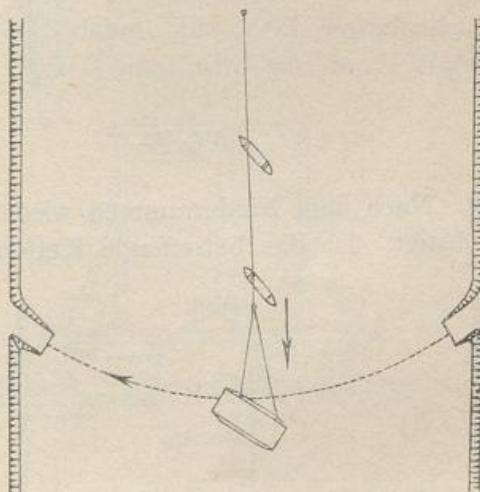
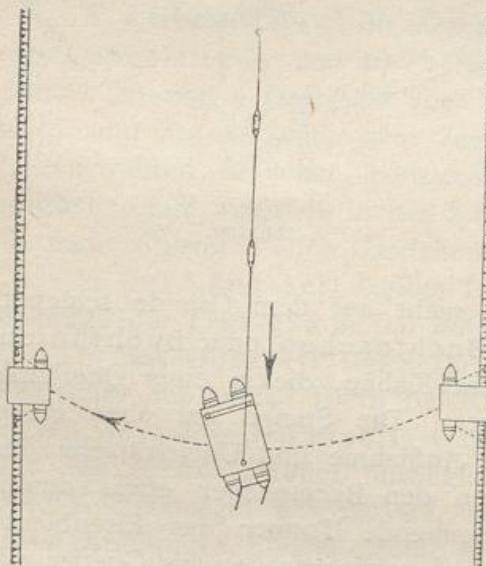
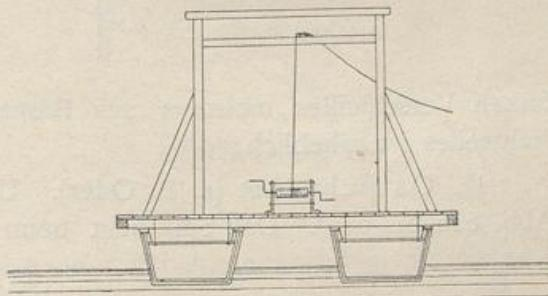

Abb. 620.
Abb. 622.
Abb. 623.
a) Das Längsseil (selten Längskette) ist eine größere Strecke oberhalb der Fährstelle mitten im Flußgrunde verankert (Abb. 620).
6. Gierprahm (Gierponte) mit Längsseil¹⁾ (Abb. 620). Oberstrom von der Fährstelle ist mitten im Strombett ein starkes Drahtseil verankert, das mindestens so lang, als der Strom breit ist. Am unteren Ende des Seiles ist der Fährprahm befestigt. Wenn dieser überfährt, beschreibt er eine Kreisbogenlinie, deren Mittelpunkt in der Ver-
Ist das Längsseil wie gewöhnlich in breiten Flüssen sehr lang, so muß es mehrfach unterstützt werden, damit es mit seinem Durchhang (Bucht) nicht auf dem Grunde schleppt. Zur Unterstützung verwendet man Buchtnachen oder Buchtbojen. Buchtnachen (Abb. 620) sind einfache Kähne, die in einer Querbank eine aufrechtstehende Stange tragen. Die Stange hat oben einen Ring oder eine Kettenschlinge zur Aufnahme und Unterstützung des Längsseiles. Dieses hängt zwischen den Buchtnachen etwas durch. Buchtbojen (Abb. 622) sind schwimmende Tonnen aus Eisenblech. Gewöhnlich sind sie in das Längsseil gewissermaßen als Glieder mit eingeschaltet; eine Längsseilstrecke reicht dann immer von Boje zu Boje, zwischen ihnen etwas durchhängend. Die Bojen haben an jeder Stirnseite einen starken Haken, an dem die Öse des Drahtseiles angreift. Die beiden Haken sind im Innern der Boje durch einen Bolzen verbunden. In breiten Strömen mit reger Schiffahrt, z. B. am Rhein, muß das Seil überall so tief hängen, daß zwischen den Bojen Schiffe hindurchfahren können. Das Seil geht in diesem Falle unter den Bojen im ganzen durch und wird an jeder Boje durch zwei Tragketten gehalten.
7. Gierbrücke mit Längsseil³⁾ (Abb. 622, 623). Über die Verankerung und Führung des Längsseiles (Buchtnachen, Buchtbojen) gilt das unter Ziff. 6 Gesagte. Im vorliegenden Falle ist das Seil durch Buchtbojen unterstützt.⁴⁾ Am unteren Ende des Seiles ist die Gierbrücke befestigt. Jedes der beiden Brückenschiffe
hat ein Steuer; die beiden Steuer sind mit einer Stange verbunden, so daß sie stets in gleichem Sinne eingestellt werden. Sie dienen dazu, die Brücke sogleich bei der Abfahrt in die Gierstellung zu drehen und am Ende der Fahrt aus dieser wieder heraus, also mit den Schiffen stromrecht zu drehen. Das Längsseil führt erhöht über die Brückentafel hinweg, indem es durch einen auf dieser in der Oberstromhälfte errichteten hölzernen Aufbau (sog. Portal) unterstützt ist, der quer zu den Schiffen steht (Abb. 622 und 623). Das Hinterende des Seiles ist an der Unterstromseite der Brückentafel an dieser befestigt oder an einem der Schiffe, meistens erhöht an einem Pfosten (oder an einer aufgestellten Winde) (Abb. 623). Die Brücke kann sich um diesen Befestigungspunkt des Seiles drehen und so verschiedene Stellungen einnehmen. Das Seil hat dabei über dem Portalbalken meistens Spielraum zum Gleiten. Dies Gleiten wird oft durch einen kleinen unter dem Seile liegenden Rollwagen (Laufkatze) erleichtert. Der Strom stößt gegen das Blatt der schief gestellten Steuerruder; wenn sie (die Blätter) z. B. nach dem Landeuf er gedreht werden (Abb. 622), so dreht sich auch der Bug der Kähne nach dem Landeuf, und